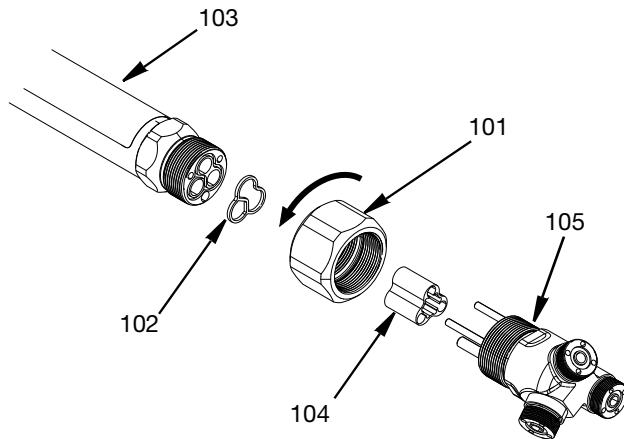

Рис. 18
1. Ослабьте стопорную гайку стяжной муфты (101), повернув ее против часовой стрелки, стоя при этом лицом к основному корпусу пистолета SST Switch 3D. В результате вращения гайки 3-портовый адаптер (105) будет отделен от длинной трубки (103).
2. Утилизируйте прокладку адаптера (102) и подшипник запорного клапана (104). См. Рис. 18.